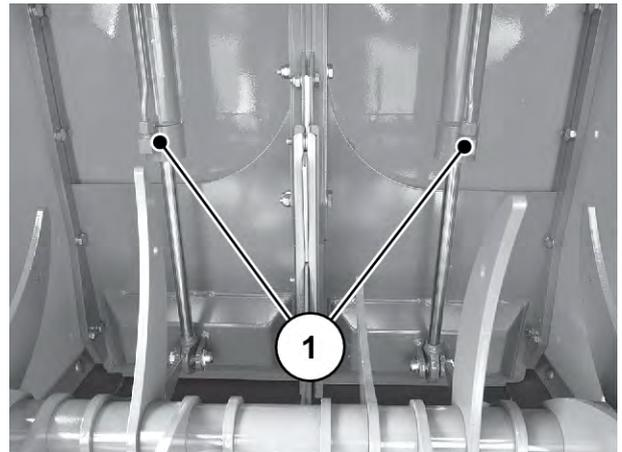

Abb. 101: Hydraulikzylinder Vordosierschieber
- die Hydraulikzylinder der Vordosierschieber, *Abb. 101 Hydraulikzylinder Vordosierschieber*